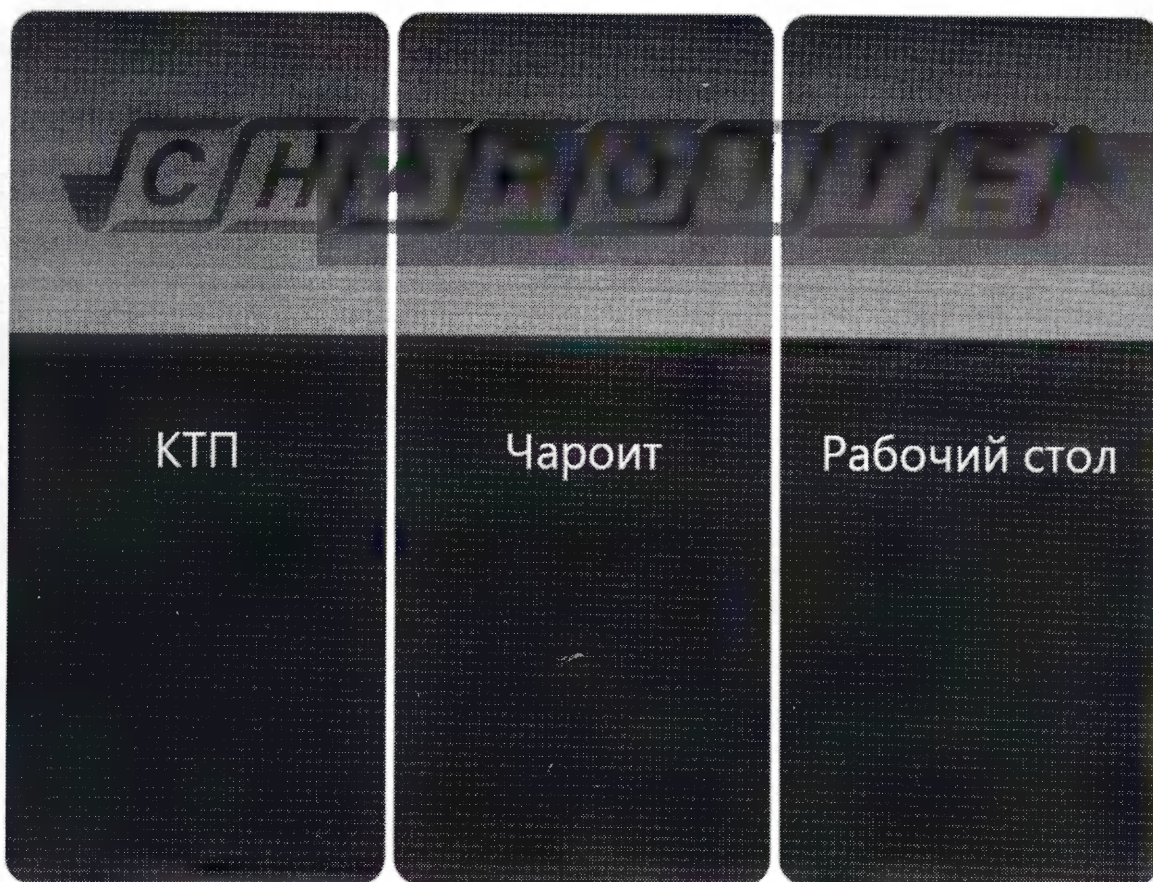

Рисунок 6-2: «Окно администратора»
После введения имени пользователя и пароля администратора отображается «*Окно администратора*» (Рисунок 6-2). В будущих версиях после ввода имени пользователя и пароля оператора будет выводиться «*Стартовое окно*» (Раздел 6.3).
«*Окно администратора*» (Рисунок 6-2) предоставляет три возможности:
- «Главное окно» – возврат на «Главное окно» (Рисунок 6.2).